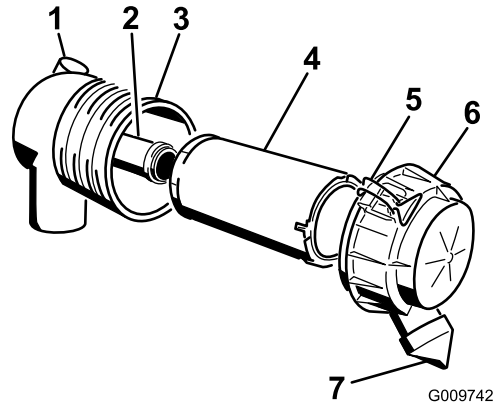

图 37
1. 将主滤芯轻轻从空气滤清器壳体中滑出图 37。
4. 如果要更换安全滤芯应小心将新滤芯滑入滤芯壳体图 37。
6. 安装空气滤清器盖标有“UP”的一侧朝上用门锁固定图 37。